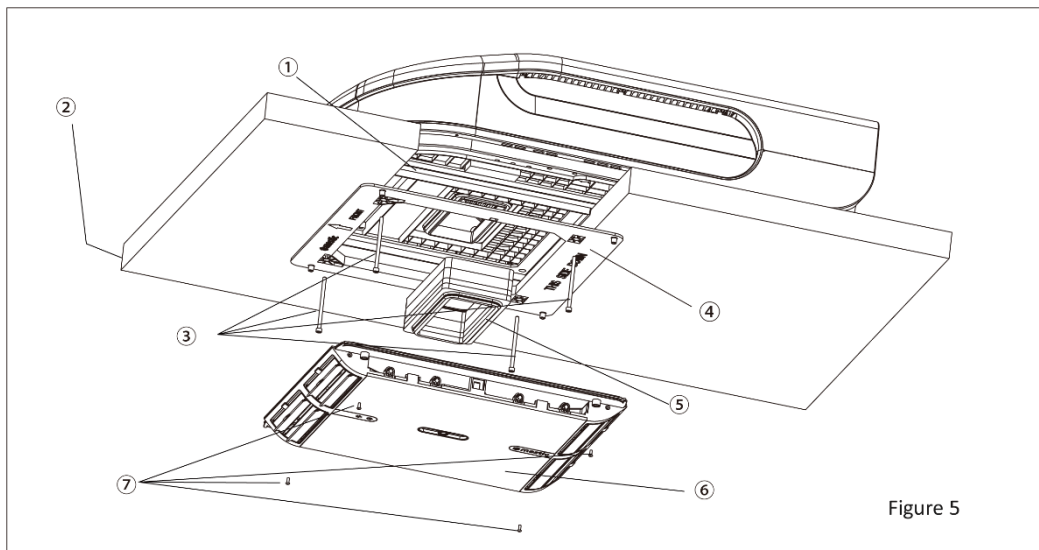

Figure 5
2. Lleve la unidad exterior a la parte superior del vehículo y alinéela con las aberturas de la parte superior del vehículo. Utilice 2 juegos de conjuntos de placas de montaje y 4 tornillos para montar la unidad exterior (véase la fig. 5).
6. Instale el conjunto de espuma en el conjunto del conducto de aire. Utilice 4 tornillos para fijar el conjunto del conducto de aire a la placa de montaje. Después de conectar la unidad exterior con la unidad interior, compruebe si el conjunto de espuma se ha aflojado (Véase la fig. 5).